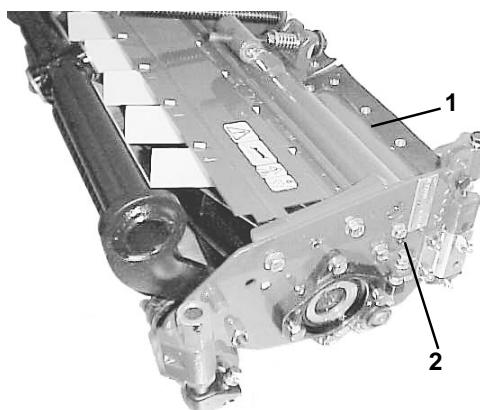

Figure 4
1. Ouvrez le déflecteur arrière (Fig. 4) en desserrant la vis à embase qui le fixe à la plaque latérale gauche, puis en le tournant en position ouverte. Resserrez la vis.